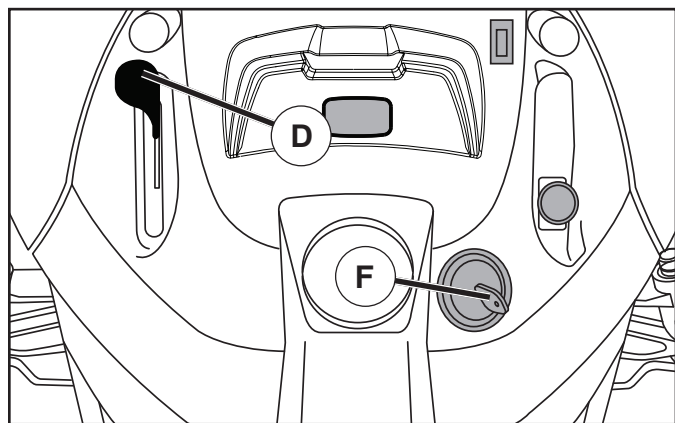

Fig. 19
- Mueva el control de la aceleración (D) a la posición de lento.
- Gire la llave de ignición (F) a la posición de apagado "STOP" y remueva la llave al abandonar el tractor para evitar el uso no autorizado.
### PARA USAR EL CONTROL DE LA ACELERACIÓN (D) (Vea Fig. 19)